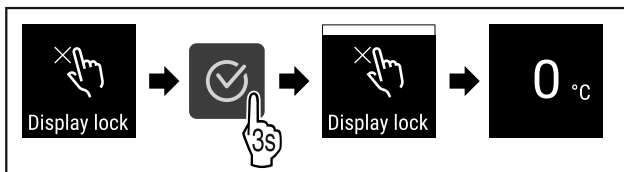

Fig. 76
- ▶ Izvedite zahtevane korake (glejte Fig. 76) .